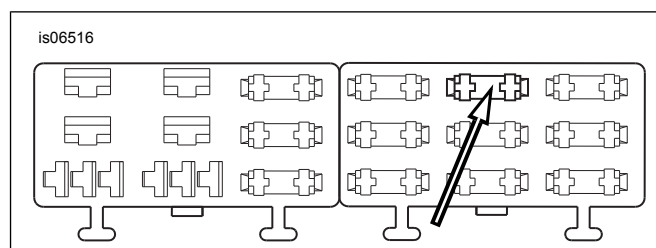

Figure 19. Cavité de bloc fusibles « P&A IGN » (Softail 2004 à 2010)
4. Voir Figure 19. Repérer la cavité de fusible (1) marquée « P&A IGN » sur le couvercle de bloc fusibles dans le bloc fusibles de droite. Insérer la borne sur le fil adaptateur orange/blanc jusqu'au fond. Examiner une autre borne installée à l'usine pour effectuer une comparaison et s'assurer de l'orientation et la profondeur correctes.